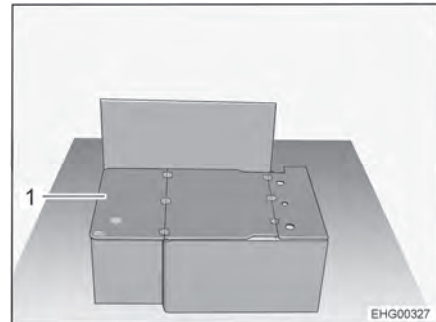

Bild 22 Längsgående sittbänk utan dynor
- Fäll upp brädan (Bild 22,1) 180° och placera på sittbänkslocket.